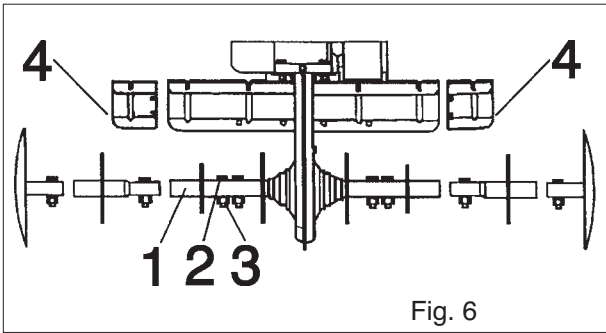

Fig. 6
MONTAJE DE LAS FRESAS CON AZADAS (Fig. 6)
2. Colocar el buje de las fresas (Fig. 6 detalle 1) en el eje de la motoazada, teniendo presente que:
3. Bloquear la fresa con azadas al eje de la motoazada mediante los tornillos (2) y las tuercas (3).
4. Montar las protecciones laterales de la fresa (5), con los tornillos (6) y las tuercas (7).